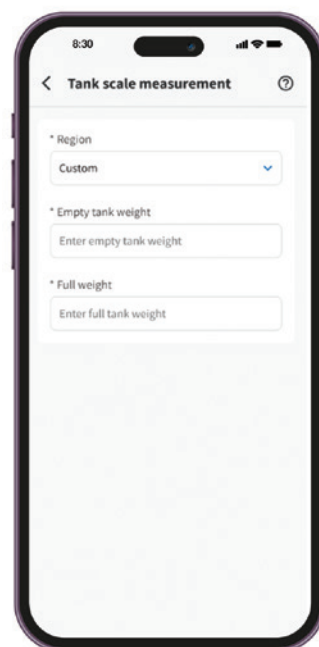

Fig. 13
- » **Bombola personalizzata (opzionale):** Inserire il peso di una bombola vuota e piena per un monitoraggio accurato (**Fig. 13**).